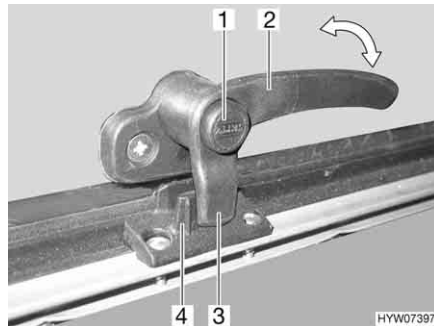
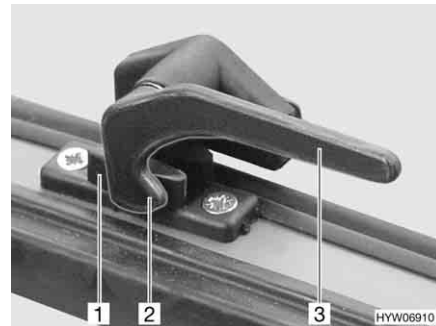

Fig. 73 Levier de verrouillage avec bouton de sécurité en position "Fermé"
Fig. 74 Levier de verrouillage en position "Fermé"
- S'il existe, appuyer sur le bouton de sécurité (Fig. 73,1) et le maintenir enfoncé.
- Tourner le levier de verrouillage (Fig. 73,2 ou Fig. 74,3) d'un quart de tour vers le centre de la fenêtre.
- Tourner le levier de verrouillage (Fig. 73,2 ou Fig. 74,3) d'un quart de tour vers le cadre de la fenêtre. Le tenon de verrouillage (Fig. 73,3 ou Fig. 74,2) du levier de verrouillage repose complètement sur le côté intérieur du verrouillage de fenêtre (Fig. 73,4 ou Fig. 74,1).
- En position "Fermé" (Fig. 73 et Fig. 74)